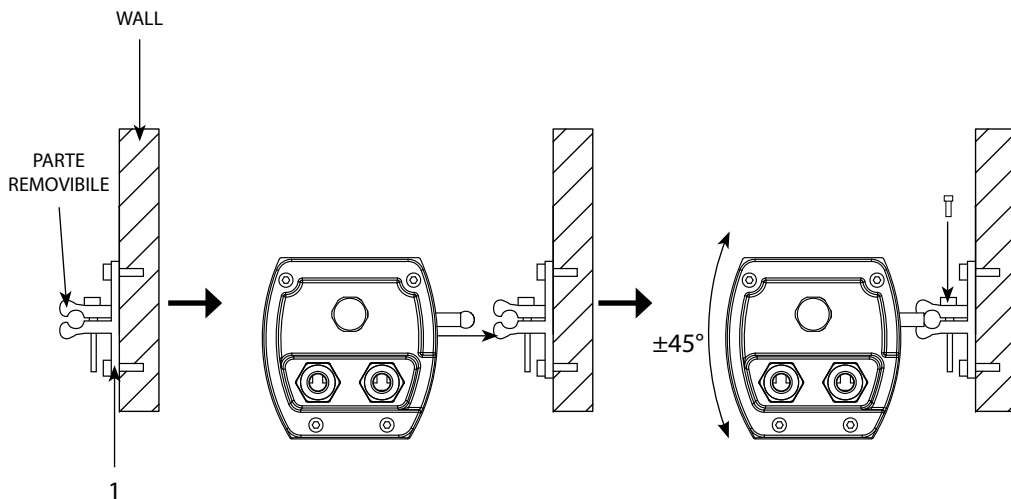

Fig.2
L'ARC PLOT27TRI può essere collocato su un piano solido (fig.2). Inoltre, grazie alle possibilità di fissaggio con la staffa di supporto (1), l'unità può essere montata su diverse superfici come pareti e soffitti. Per il fissaggio occorrono dei supporti robusti per il montaggio. L'area di collocazione deve avere una stabilità sufficiente e supportare almeno 10 volte il peso dell'unità.